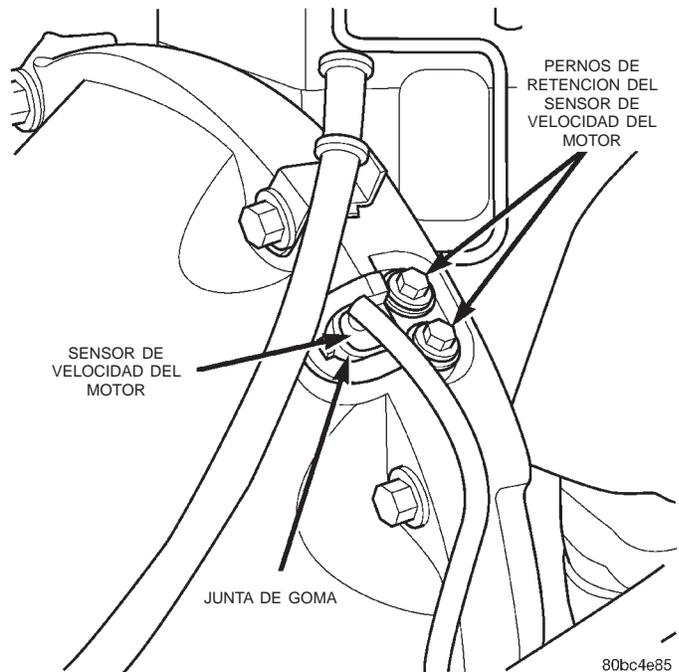

Fig. 22 Sensor de velocidad del motor
(1) Instale el sensor de velocidad del motor en la placa adaptadora de la transmisión.
(2) Instale los (2) pernos de retención del sensor de velocidad del motor (Fig. 22). Apriete los pernos con una torsión de 11 N·m (97 lbs. pulg.).
(3) Enchufe el conector eléctrico del sensor de velocidad del motor (Fig. 22).